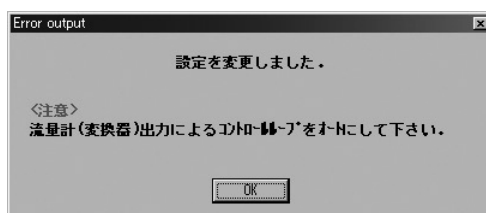

図36
- ⑥ 「OK」をクリックし、入力した設定値が変更されると、図36のようなメッセージボックスが現れますので、「OK」ボタンをクリックすれば設定は終了です。